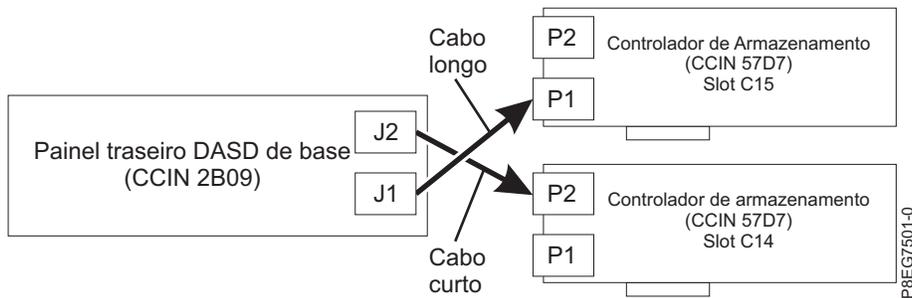

Figura 6. Reconectando o cabo SAS em uma configuração de divisão de disco
- Se houver dois adaptadores internos PCIe3 x8 SAS RAID (CCIN 57D7) (recurso de divisão de disco), o cabo SAS curto conectará o conector do painel traseiro da unidade de disco superior (J2) ao conector P2 no adaptador no slot P1-C14. O cabo SAS longo conectará o conector do painel traseiro da unidade de disco inferior (J1) ao conector P1 no adaptador no slot P1-C15. Consulte o Figura 6 na página 8.